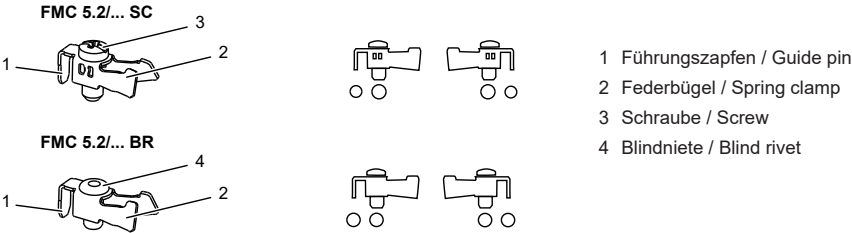

Abb. 2 / Fig. 2
- Platzieren Sie die Montageclips in den Bohrlöchern, siehe Abb. 2.
- Place the mounting clips in the drill holes, see Fig. 2.